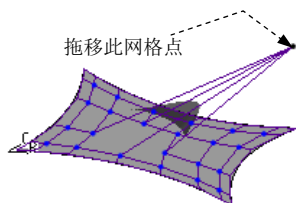

图 10.4.14 拖移网格
Step6. 在系统 **选择并拖动网格点或行/列以编辑形状。** 的提示下，选取图 10.4.14 所示的网格点并拖移到图中所示的位置。